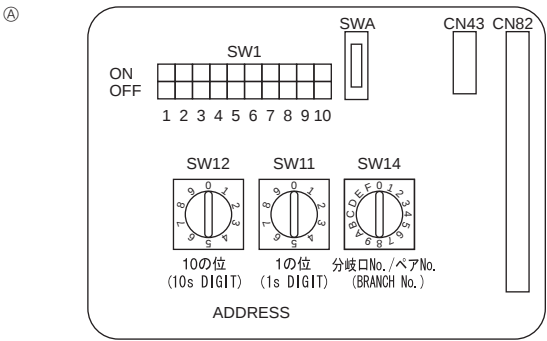

Fig. 6-4
6.5. Configuration des adresses (Fig. 6-4)
- ① Comment définir les adresses